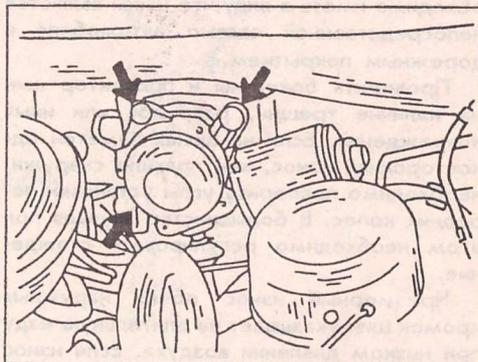

Рис. 293.
- Отвернуть винты и снять электродвигатель. Его крепление показано на рис. 293.